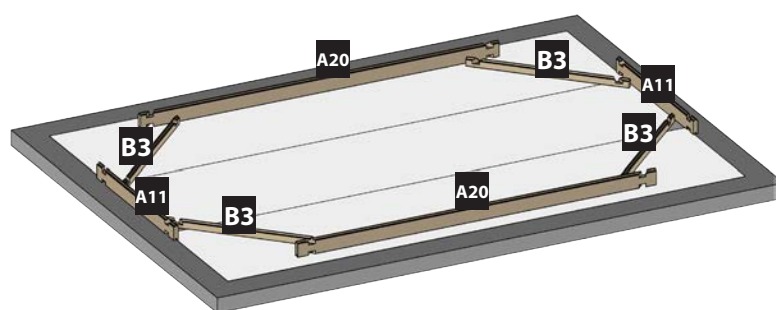

Fig. 12 / Abb. 12 / Afb. 12
**INSTALLATION OF THE FIRST LAYER OF BOARDS:** • Build the first layer placing boards (A11), (A20) and (B3) as shown by figure 12. • Adjust the shape of the pool using the inside dimensions indicated in the installation diagram (see page 20). • The drawing shows the inside dimensions of the pool for the different opposing diagonals. After having installed the first layer, you should check the inside dimensions of the pool.
**POSITIONNEMENT DE LA 1ÈRE RANGÉE DE MADRIERS :** • Constituez la première rangée, en disposant les madriers (A11), (A20) et (B3) comme indiqué sur la figure 12. • Ajustez la forme de la piscine en vous aidant des dimensions intérieures indiquées sur le plan d'implantation (Voir page 20). • Le plan donne les dimensions intérieures du bassin pour les différentes diagonales opposées.
**POSITIONIERUNG DER ERSTEN REIHE VON BRETTNER:** • Errichten Sie die erste Reihe, indem Bretter (A11), (A20) und (B3) platzieren, wie Abb. 12 zeigt. • Passen Sie die Form des Pools an, indem Sie die angezeigten Innenmaße verwenden, die in der Einbauzeichnung (Siehe Seite 20) aufgeführt sind. • Die Zeichnung zeigt die Innenmaße des Pools für die verschiedenen gegenüberliegenden Diagonalen.
**PLAATSING VAN DE EERSTE RIJ PLANKEN:** • Construeer de eerste rij door het plaatsen van planken (A11), (A20) en (B3) zoals te zien is op afbeelding 12. • Plan de vorm van het zwembad aan waarbij u gebruik maakt van de interne afmetingen die zijn aangegeven op het montageplan aan het einde van deze handleiding. • Het plan geeft interne afmetingen van het zwembad aan voor de verschillende tegenover elkaar liggende diagonale lijnen.